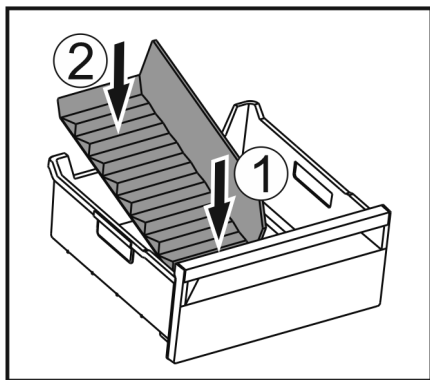

Fig. 147
- Sätt in frysacksdelarens främre del. Fig. 147 (1)
- Sänk ned frysacksdelarens bakre del till lådans botten. Fig. 147 (2)